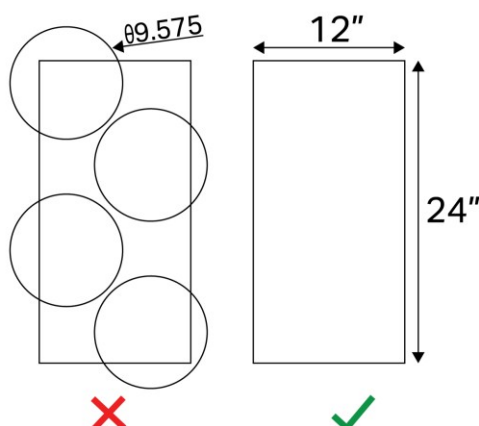

图 24 自制塑料件须可容纳于单块 304.8mm×609.6mm 的塑料板内
(1) 面积/厚度限制的目地，是对机器人搭建中的自制塑料板限量，而不是定义一个绝对体积。例如，使用厚度为 0.9mm 的板材时，不允许总量有两块 304.8mm×609.6mm 此类板材的部件。
(2) 塑料零件不一定要从同一块 304.8mm×609.6mm 的板材上切割。但是，所有单独的零件必须能够“嵌入”或重新排列成 304.8mm×609.6mm 的区域。如图 24 所示。